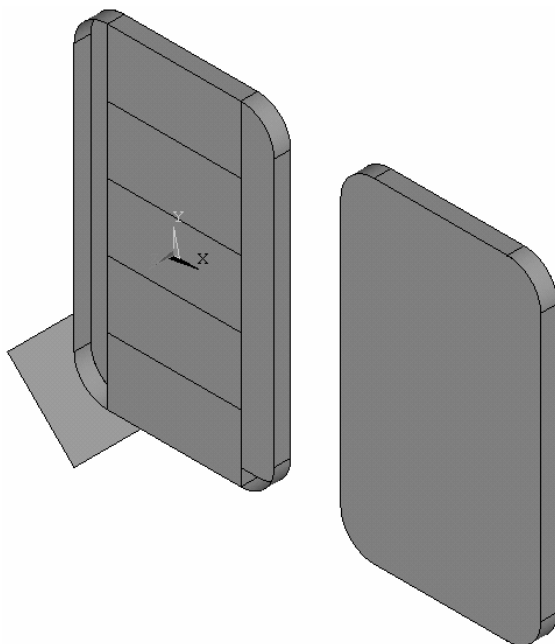

图 9-19 上壳、下壳、内板、地板
(10) 用移动命令和胶结命令将内板与下壳黏结在一起, 并建立地板。注意, 为了方便建模, 地板的角度是倾斜的。手机初始速度的方向应当垂直于地面, 这样可以使手机的一个角与地面接触 (见图 9-19)。